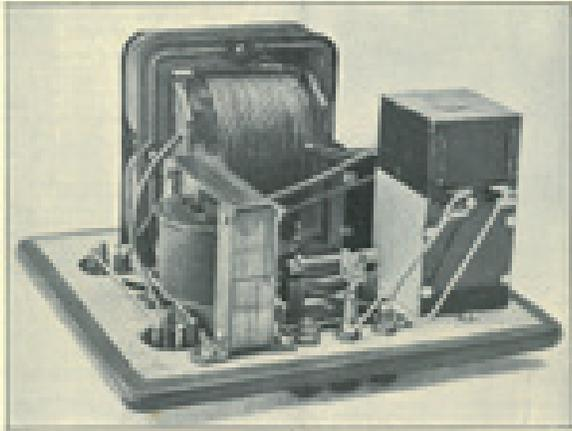

Fig. 4
- 1. trasformatore a due secondari (Fig. 4, pag. 88).
- 1. bobina trasformatrice (Fig. 4, pag. 88).
Il trasformatore a due secondari (Fig. 4, pag. 88) è quello che serve per la bobina di legno.